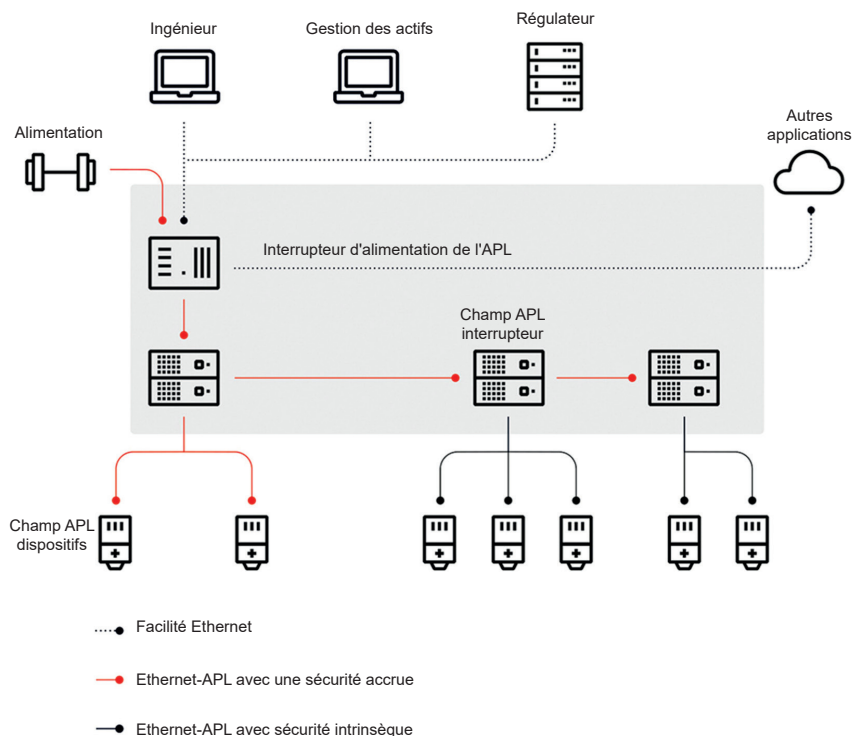

Fig. 32 Exemple de topologie Ethernet-APL
- Connecter les fils aux bornes correspondantes (voir Figure 32).